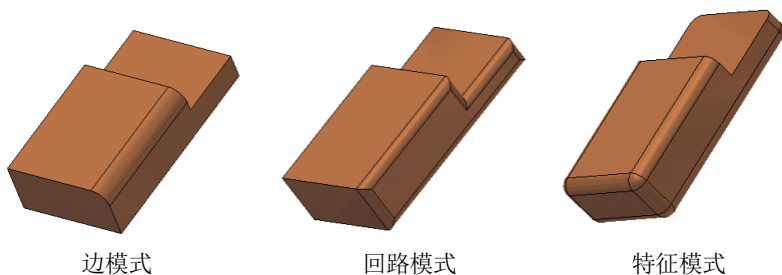

图 3-29 三种模式下创建的圆角特征
(1) 边圆角：在零件的一条或多条边上添加内圆角或外圆角。在一次操作中，用户可以创建等半径和变半径圆角、不同大小的圆角和具有不同连续性（相切或平滑 G2）的圆角。在同一次操作中创建的不同大小的所有圆角将成为单个特征。
① 定半径圆角：有三个部分组成：边、半径和模式。首先要选择产生圆角半径的边，然后指定圆角的半径，再选择一种圆角模式即可。圆角模式有三种选项：
- 选中【特征】选项,选择因某个特征与其他面相交所导致的边以外的所有边都会创建圆角。这三种情况下创建的圆角特征对比如图 3-29 所示。